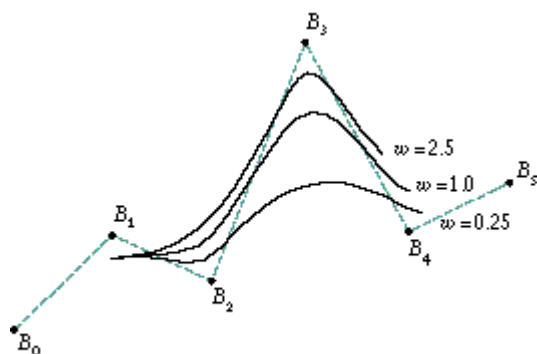

图 2 曲线随权因子变化
- (2) 权因子 $R_i (R_i > 0)$ ：确定控制点的权值，它相当于控制点的“引力”，其值越大曲线就越接近控制点（见图 2， B_i 为控制点）。